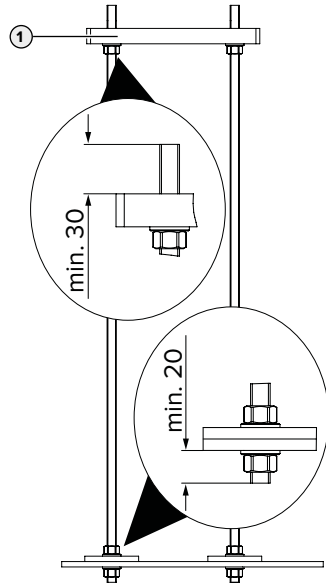

Fig. 2: Position des rondelles plates et des écrous [mm]
- ▶ Bloquer les aciers plats respectivement à l'aide d'un écrou et d'une rondelle plate en respectant la Fig. 2. Veiller à un alignement horizontal du kit de fixation sur fondations.
- ▶ Monter la dalle de fondation (1) (disponibles comme accessoire) en respectant la Fig. 2 sur le kit de fixation sur fondations.